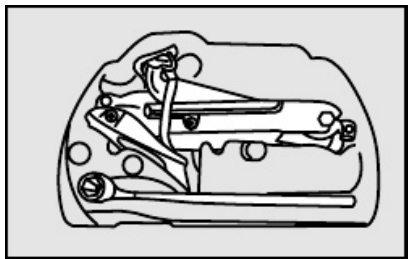

fig. 14
13) colocar o macaco e as ferramentas utilizados no suporte das ferramentas no local apropriado, de modo a evitar vibrações, ou que se solte durante a marcha **fig. 4** (Strada Fire) ou **fig. 14** (Palio Fire e Siena Fire);